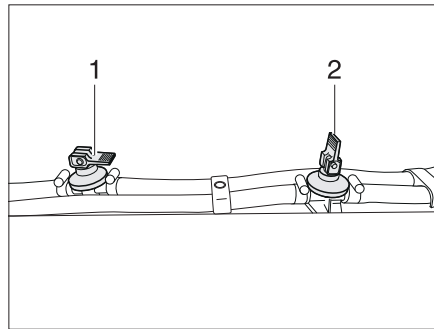

Fig. 347 Robinet de vidange
- Ouvrir tous les robinets de vidange. Pour cela, placer le levier à bascule (Fig. 347,2) en position verticale.